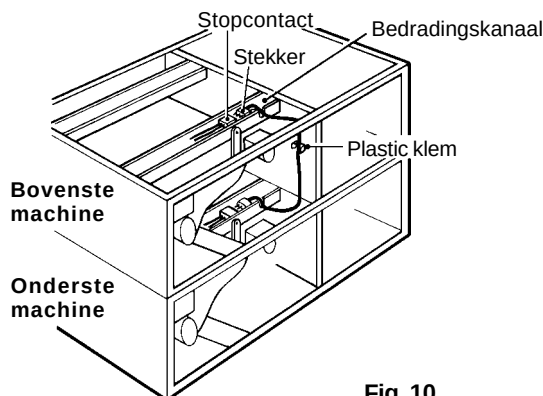

Fig. 10
15) Sluit de snoeren (met driewegstekker) in het bedradingskanaal van de onderste machine aan op het stopcontact van de middelste of bovenste machine, die bij stap 10 was verwijderd. Bevestig de snoeren met behulp van de meegeleverde plastic klem. Plaats de plastic afdekking terug. Zie fig. 10.